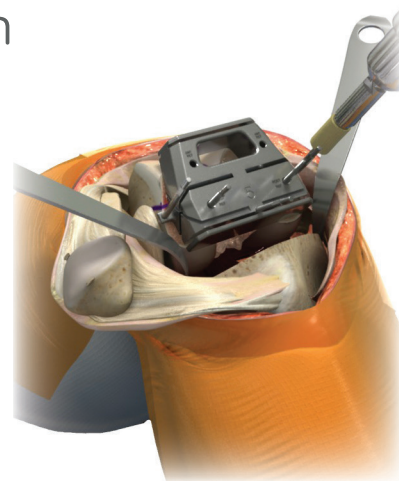

Figura 17
1. Seleccione el Bloque de Resección AP del tamaño correspondiente y colóquelo sobre los pines a través del agujero de referencia anterior o posterior correspondiente. Asegúrese de que el bloque de corte está nivelado con el fémur distal reseccionado. (Figura 17).